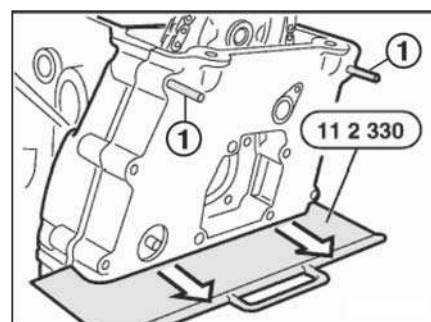

Рис. 4.22. Крышка ГРМ
- Смазать тонким слоем консистентной смазки верхнюю сторону прокладки (12) и обе стороны приспособления «11.2.330» и установить приспособление на прокладку. Надвинуть на приспособления «11.4.110» (1, рис. 4.22) крышку ГРМ, установить и ввернуть до упора болты крепления. Осторожно вынуть приспособление «11.2.330».